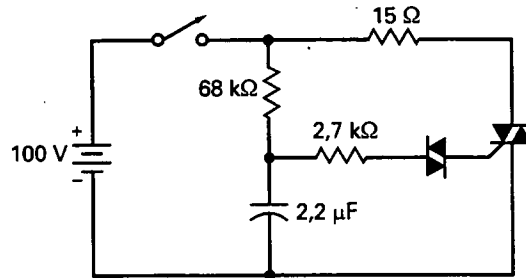

Figura 15-33
- 15-16. El diac de la Figura 15-33 tiene una tensión de cebado de 20 V y el triac tiene una V_{GT} de $2,5 \text{ V}$. ¿Cuál es la tensión del condensador que activa el triac?
- 15-17. ¿Cuál es la corriente por la carga en la Figura 15-33 cuando el triac está conduciendo?
- 15-18. Todas las resistencias se duplican y las capacidades se triplican en la Figura 15-33. Si el diac tiene una tensión de cebado de 28 V y el triac tiene una tensión de disparo de $2,5 \text{ V}$, ¿cuál es la tensión del condensador que dispara el triac?